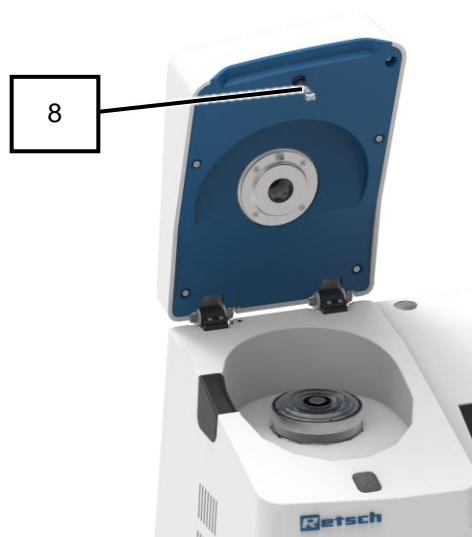

図 63: インターロック
5. インターロック (8) のローラーがスムーズに動くかを確認してください (図 63)。
6. 必要に応じて、インターロック (8) のローラーにミシン油を注油してください。
7. 本体背面の電源スイッチ (16) をオンにして本機の電源を入れます。